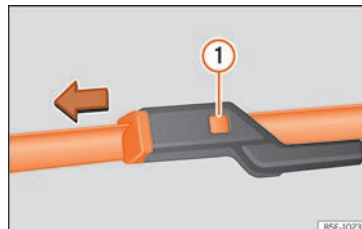

Fig. 83 Sostituzione della spazzola del tergicristalli.
- Premere il pulsante di sicurezza ①
- »» **fig. 83.**